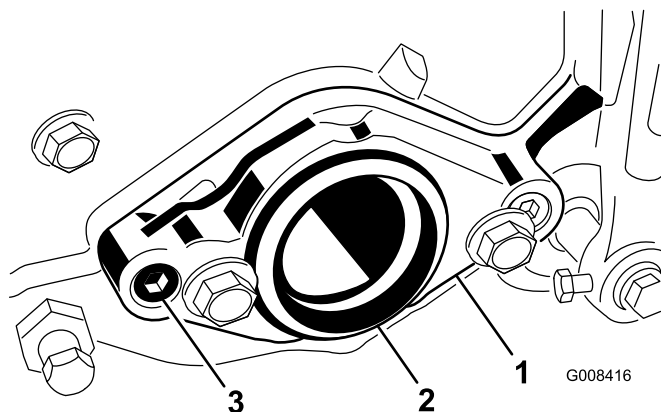

Bild 14
- B. Nehmen Sie rechts am Mähwerk den Plastikstöpsel vom Lagergehäuse ab (Bild 14).
- C. Nehmen Sie die beiden Inbusschrauben ab, mit denen die Motorbefestigung rechts am Mähwerk befestigt ist. Nehmen Sie die Motorbefestigung ab (Bild 14).